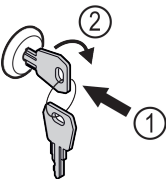

Fig. 166
- ▶ 按入钥匙。 Fig. 166 (1)
- ▶ 将钥匙顺时针转动 90°。 Fig. 166 (2)